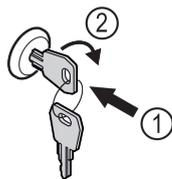

Fig. 171
- ▶ Insérer la clé Fig. 171 (1).
- ▶ Tourner la clé à 90° dans le sens horaire Fig. 171 (2).